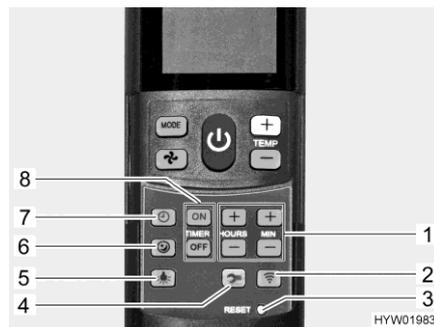

Fig. 193 Télécommande avec touches de réglage (climatisation)
- Appuyer sur la touche Démarrage en douceur (Fig. 193,6). En mode de refroidissement, le ventilateur tourne alors à faible régime et donc particulièrement silencieusement.
- Appuyer sur la touche Heure (Fig. 193,7).
- Régler les heures et les minutes avec les touches (Fig. 193,1).
- Appuyer sur la touche "ON" (Fig. 193,8).
- Appuyer sur les touches de réglage du temps (Fig. 193,1) jusqu'à ce que le laps de temps désiré jusqu'à l'enclenchement soit atteint.
- Appuyer sur la touche "OFF" (Fig. 193,8).
- Appuyer sur les touches de réglage du temps (Fig. 193,1) jusqu'à ce que le laps de temps désiré jusqu'au désenclenchement soit atteint.
- Appuyer de nouveau sur la touche "ON" ou sur la touche "OFF" (Fig. 193,8).
- Activer l'éclairage :* ■ Appuyer sur la touche Éclairage (Fig. 193,5). L'éclairage s'allume au dernier niveau de variation qui a été réglé.
- Variation l'intensité de l'éclairage :* ■ Appuyer sur la touche Éclairage (Fig. 193,5) et la maintenir ainsi jusqu'à ce que la luminosité désirée soit atteinte.
- Éteindre l'éclairage :* ■ Appuyer sur la touche Éclairage (Fig. 193,5).
- ▷ La touche Setup (Fig. 193,4) sert à établir la connexion entre la télécommande et la climatisation lors de la première mise en service.